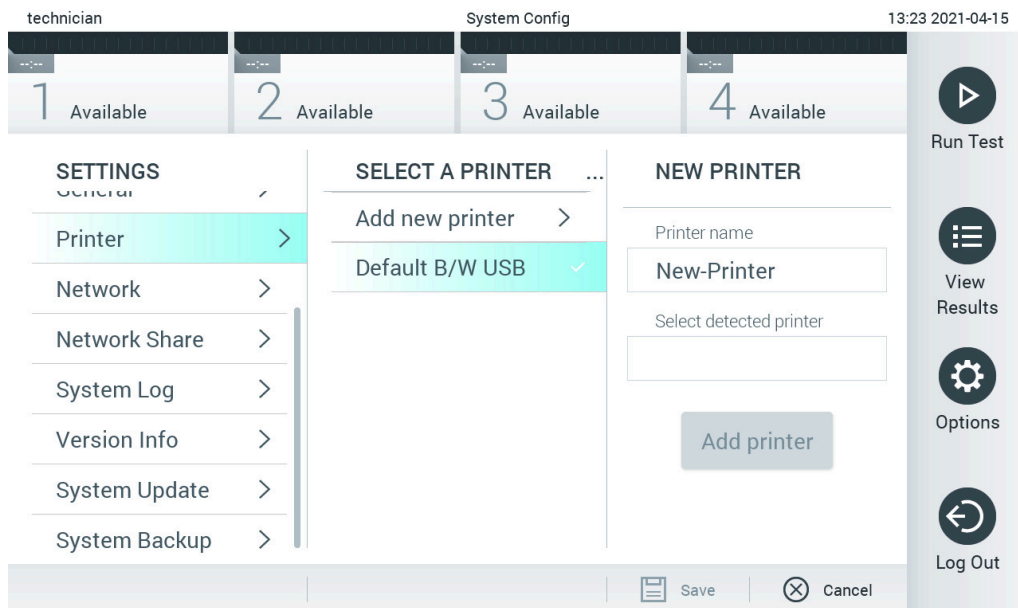

Figura 101. Instalarea imprimantei cu instalarea driverului
5. Faceți clic pe **Add Printer** (Adăugare imprimantă) (Figura 101).